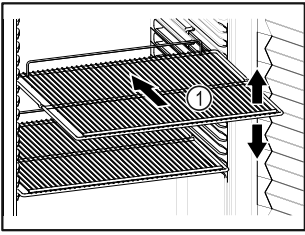

Fig. 20 Reprezentare exemplificativă
- Dacă grătarele tip poliță Fig. 20 (1) pot fi mutate, adaptați-le în funcție de înălțime.